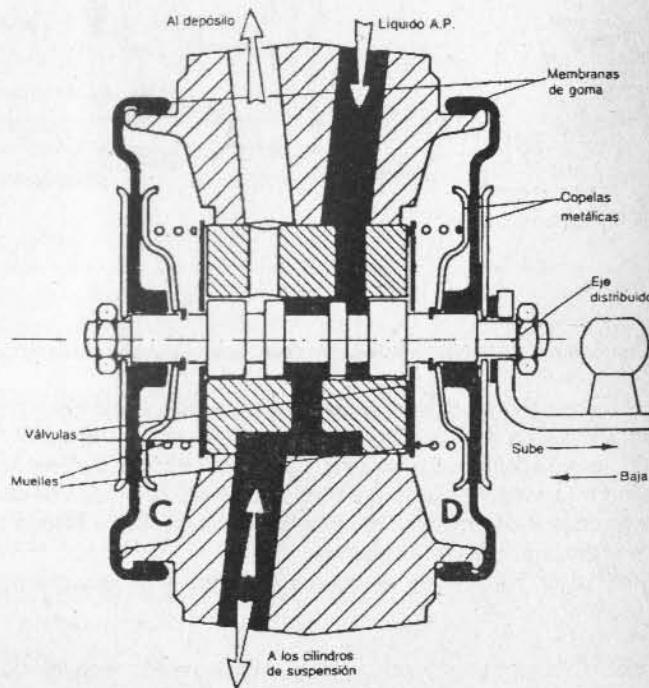

Fig. 1-20.— Corrector de alturas Citroën GS y CX
Las cámaras extremas (C) y (D), cerradas por membranas de goma, platillos y muelas, reciben las fugas de líquido, el que es devuelto al depósito por conductos adecuados (Fig. 1-20).